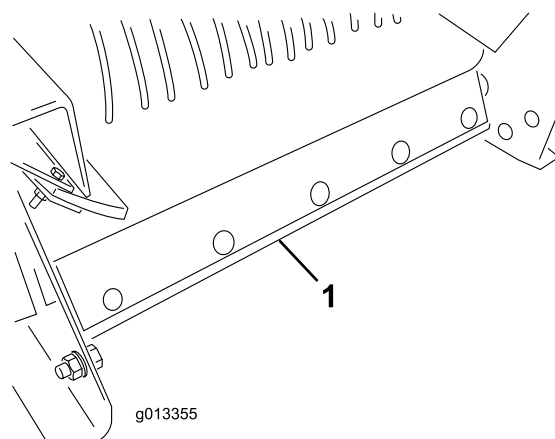

Bild 56
- Entfernen Sie den Abstreifer zur Förderbandreinigung am Heck der Maschine (Bild 56).